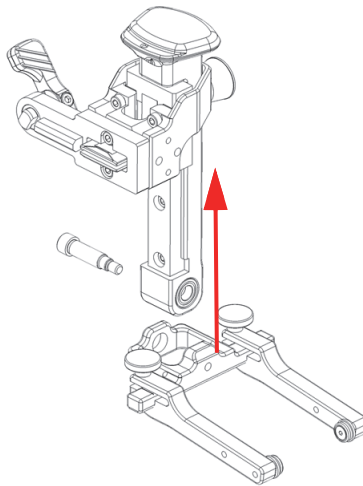

图 2-23 从轭的旋转梁上滑出弹簧加载臂的导轨
5. 从轭的旋转梁上滑出弹簧加载臂（SLA）的导轨（参见第52页的图 2-23）。